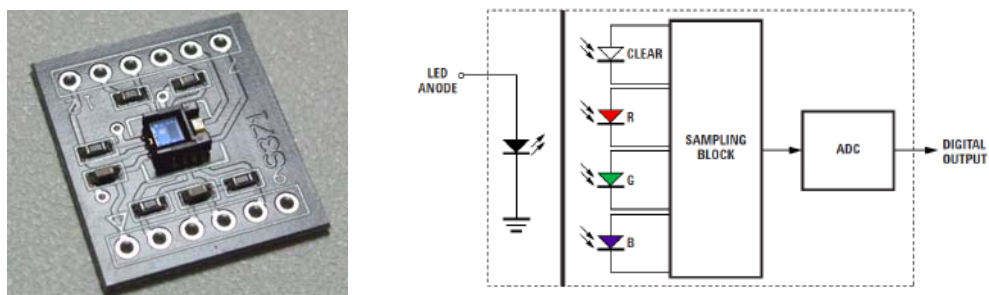
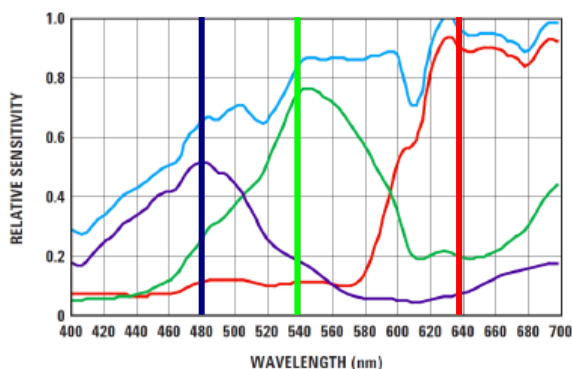

図 2.1 カラーセンサの概観とブロック図
図 2.2 センサ感度曲線
- ・ Red (赤), Green (緑), Blue (青), Clear (明度) で各 10bit の分解能 (図 2.1 のブロック図と図 2.2 の感度曲線をそれぞれ参照)